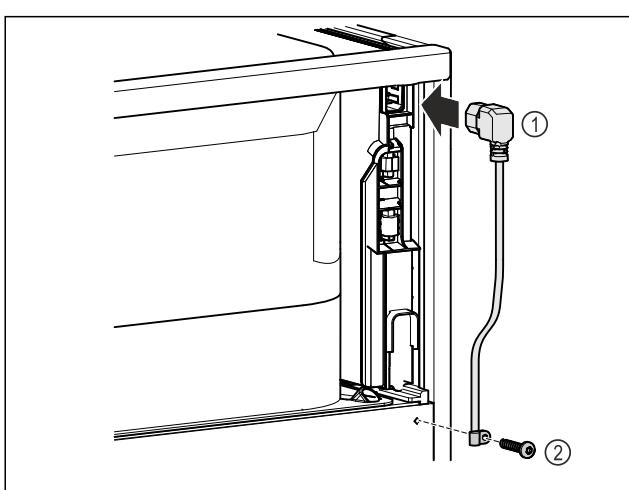

Fig. 9
- Συνδέστε την υποδοχή τροφοδοσίας του καλωδίου τροφοδοσίας Fig. 9 (1) στην πίσω πλευρά της συσκευής.
- Τοποθετήστε το ανακουφιστικό καταπόνησης. Fig. 9 (2)